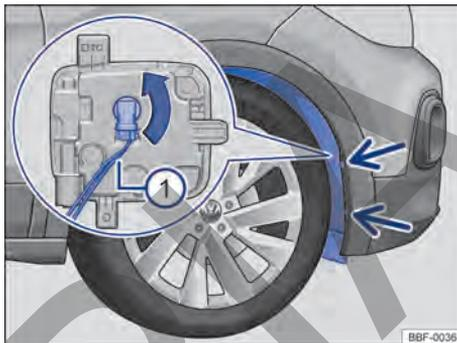

Fig. 186 En la caja de la rueda delantera: acceso a la bombilla del faro de neblina.
- ① Observar la lista de control y ejecutar las acciones → pág. 248.
- ② Retirar los tornillos de fijación del guarnecido del pasarruedas → fig. 186 (flechas) con la ayuda de un destornillador.
- ③ Tomar el guardabarros de los bordes entre los agujeros de los tornillos de fijación sueltos y presionar un poco hacia el lado interior del vehículo, para poder soltar el clip de adentro.
- ④ Rebatir con cuidado el guardabarros hacia el costado.
- ⑤ Desencajar el conector de alimentación de la lámpara → fig. 186 ①, presionar al mismo tiempo, la traba de fijación del conector.
- ⑥ Girar el portalámpara → fig. 186 (flecha), en sentido antihorario hasta el tope, y desencajarlo del alojamiento.
- 11 Encajar el conector de alimentación → fig. 186 ① en el portalámparas, el conector debe encajarse audiblemente.
- 13 Volver a colocar los tornillos de fijación → fig. 186 (flechas) y ajustarlos.